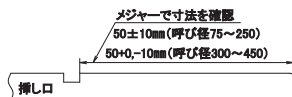

図70 挿し口端面から溝までの距離の確認
- ②図70のように溝と挿し口端面の距離が挿し口全周にわたって $50 \pm 10\text{mm}$ （呼び径75～250）または、 $50+0$ 、 -10mm （呼び径300～450）の範囲内であることを確認する。